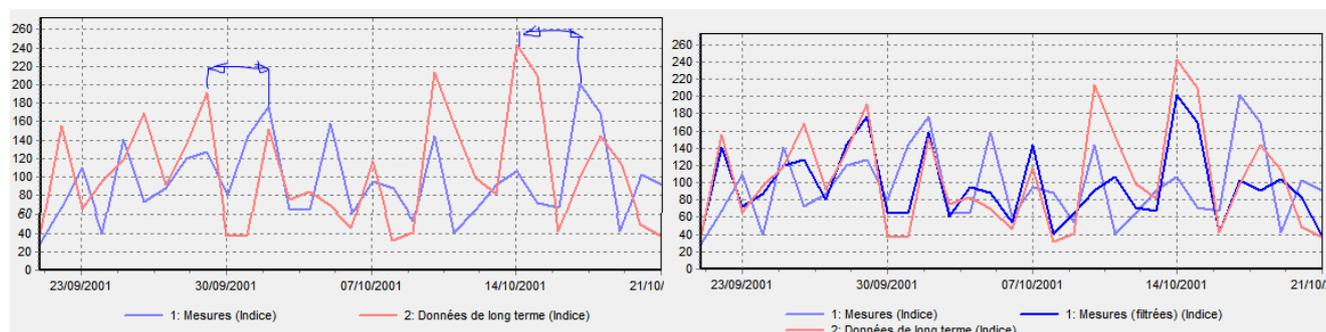

Figure 8
- *Filtrer les séries de données*, une fois les filtrages définis, cliquez sur ce bouton pour appliquer le filtrage. Sur le graphique apparaissent alors des courbes fines représentant les données non filtrées et des courbes grasses représentant données filtrées, voir Figure 8.